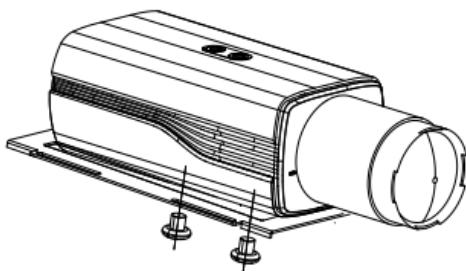

Abbildung 2-5 Kamera befestigen
1. Entnehmen Sie den Kameraslitten aus dem Kameragehäuse. Befestigen Sie die Kamera mit den mitgelieferten Schrauben am Kameraslitten, wie in Abbildung 2-5 gezeigt.